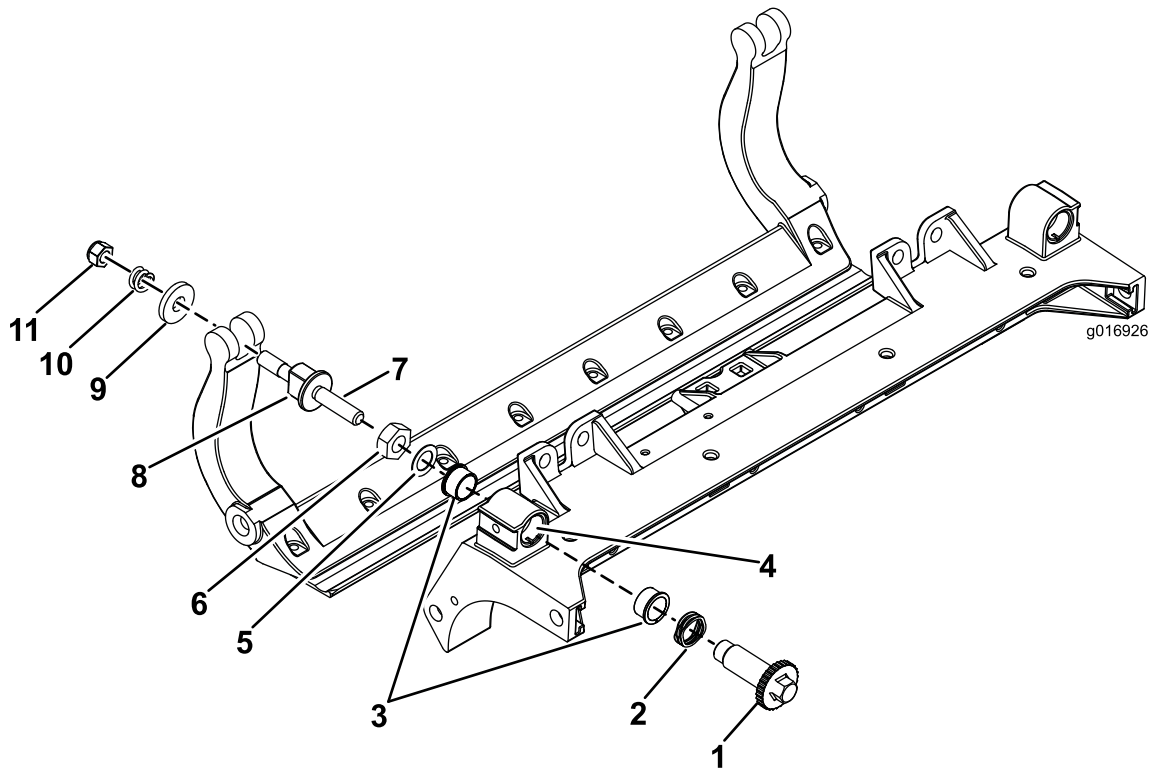

Figura 33
1. Retire todas as peças (consulte as *Instruções de instalação* do Kit DPA HD e a Figura 33).
2. Aplique composto anti-gripagem no interior da área dos casquilhos na estrutura central da unidade de corte (Figura 33).
3. Alinhe as chaves nos casquilhos das flanges com as ranhuras na estrutura e instale os casquilhos (Figura 33).
4. Instale uma anilha ondulada no veio do ajustador e deslize o veio para os casquilhos da flange na estrutura da unidade de corte (Figura 33).
5. Prenda o veio ajustador com uma anilha plana e porca de bloqueio (Figura 33).
12. Coloque uma arruela de aço no exterior de cada uma das arruelas de nylon (Figura 33).
Nota: As arruelas podem ter uma folga interna (Figura 33).
15. Aperte a porca em cada conjunto de ajustador da barra de apoio até que a mola de compressão esteja totalmente comprimida e, em seguida, desaperte a porca 1/2 volta (Figura 33).